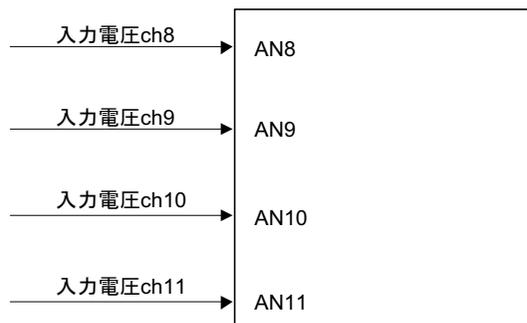

図 2.34 SH7046 による電圧測定ブロック図
- (1) 図2.34に示すように、4chの電圧を入力し、A/D変換します。
- (2) A/D変換は1サイクルスキャンモード、4チャンネルスキャンモードを使用し、8～11chの連続A/D変換を行います。
- (3) A/D変換の起動はMTU/ch0のTGRA\_0のコンペアマッチで行います。